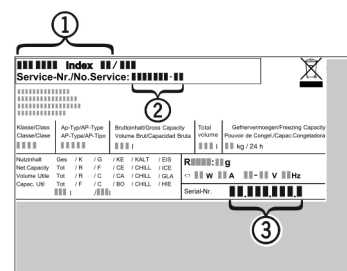

Fig. 10
- Z typového štítku odčítajte označenie zariadenia Fig. 10 (1), servisné č. Fig. 10 (2) a sériové č. Fig. 10 (3). Typový štítok je na ľavej vnútornej strane zariadenia.
- Upovedomte zákaznícky servis a oznámte chybu, označenie zariadenia Fig. 10 (1), servisné č. Fig. 10 (2) a sériové č. Fig. 10 (3).